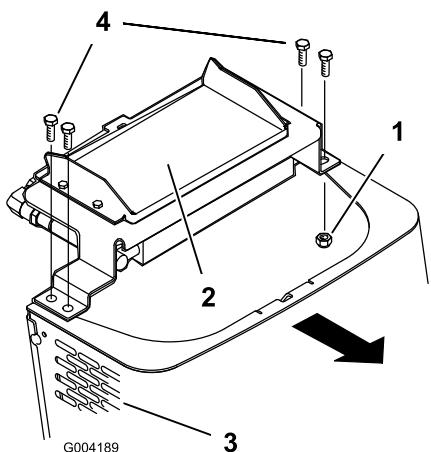

Figura 31
- Retire los pernos de cuello largo y las tuercas que fijan el enfriador de aceite a la parte superior de la rejilla delantera (Figura 31).